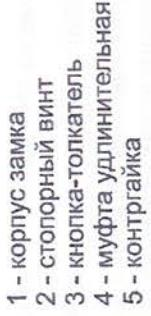

Рис. 3.
- Перед облицовкой крышки на фрагменте покрытия, который будет на ней закреплен, разметьте и просверлите отверстие для кнопки-толкателя, Рис. 3,